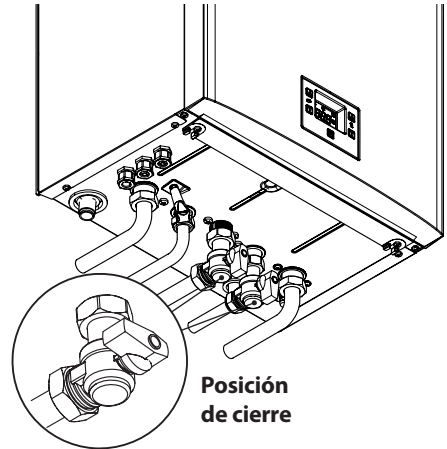

Figura 2.14
- Cierre las llaves de la caldera Figura 2.14;